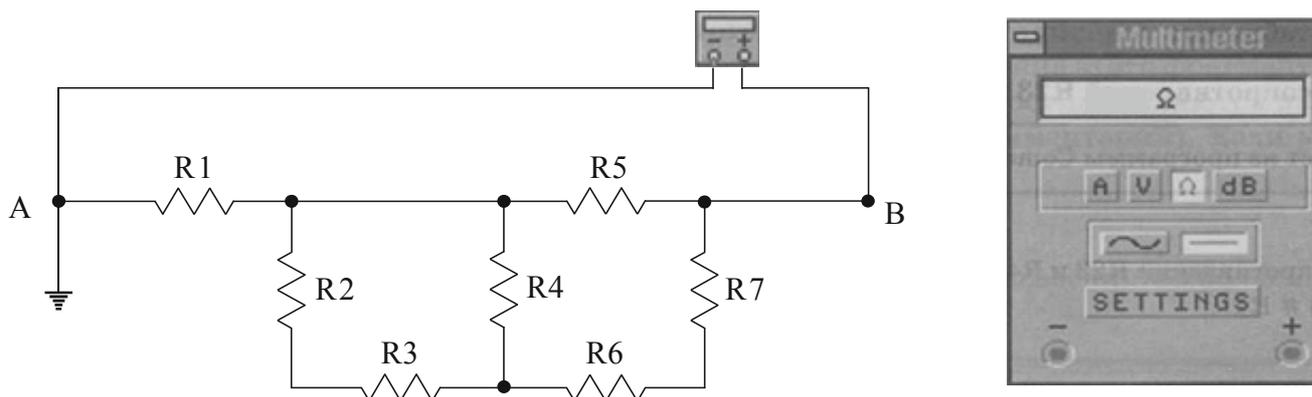

Рис.1.3.
4.1. На рабочем поле к зажимам АВ подключить мультиметр (рис.1.3)